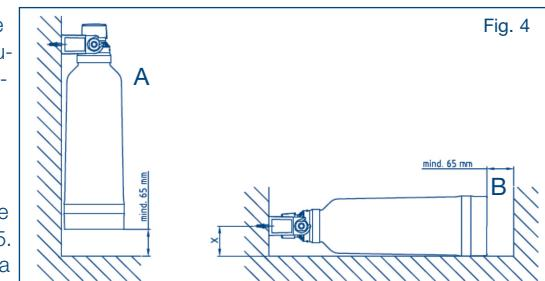

Fig. 4
2. El sistema de filtración se puede utilizar en posición vertical y horizontal (consulte la Fig. 4).